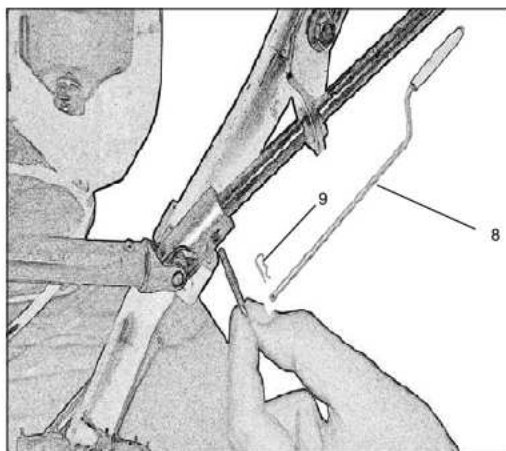

Рис. 4
•Установите рукоятку вращения желоба (Рис. 4 поз.8) через отверстие в кронштейне через карданное соединение и закрепите шплинтом (рис. 4 поз. 9).